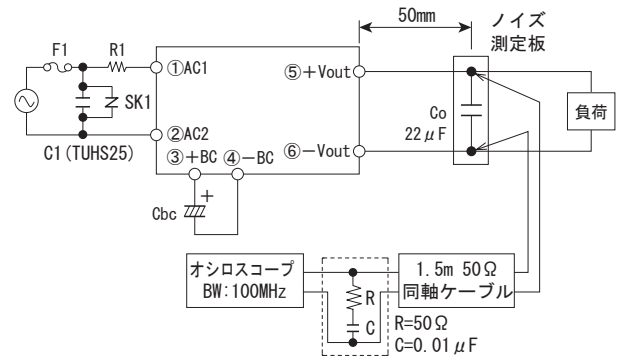

図2.13 電気特性の測定回路
■出力リップルおよびリップルノイズは図2.13に規定する方法にて測定した値です。Cbcの容量は表2.2の推奨容量を参照してください。